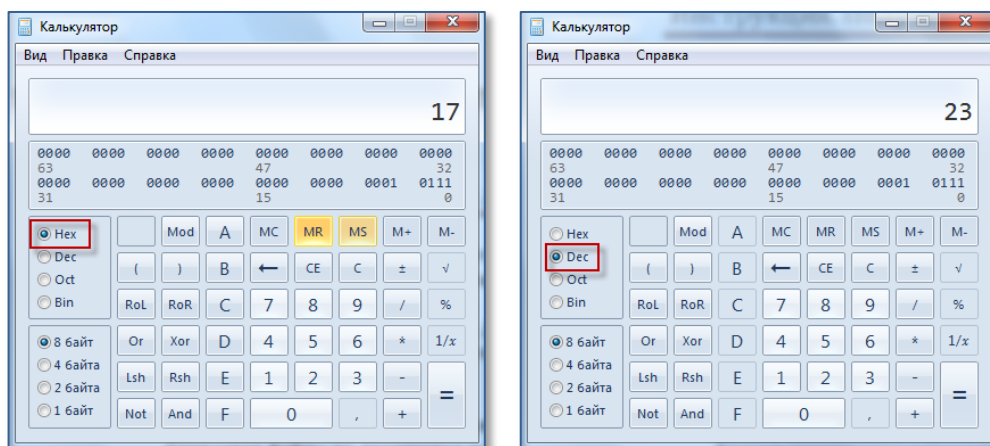

Рисунок 9. Преобразование из шестнадцатиричного формата в десятичный
- прослушанные данные CAN-шины представлены в шестнадцатиричном формате. Для преобразования в десятичный формат воспользуйтесь встроенным в систему Windows калькулятором (в виде «Программист») (Рис. 9);